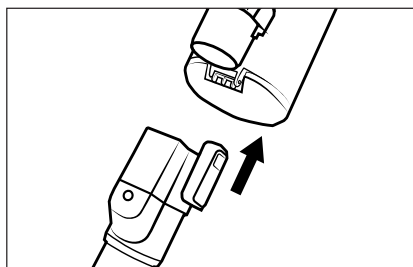

Fig. 1
- 1) Împingeți țeava de aspirare **24** pe aparat până se fixează în poziție cu un clic sonor (a se vedea fig. 1).